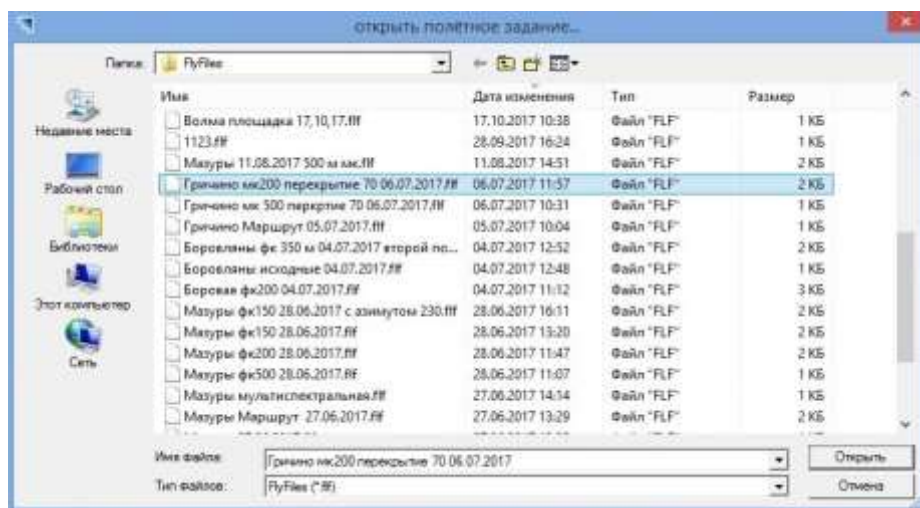

Рисунок 72 – Окно «Открыть полетное задание»
9.2.4 Кнопка «Открыть файл» предназначена для загрузки в навигационное окно полетного задания, сохраненного в файл. При нажатии кнопки «Открыть файл» открывается окно «Открыть полетное задание» (Рисунок 72), позволяющее осуществить поиск, выбор и открытие файла с сохраненным полетным заданием.